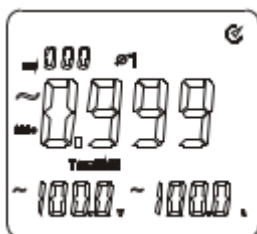

Figura 10-1
- 4) Como muestra la figura 10-1, presione la tecla “SELECT” para elegir la fase 1, φ1, de un sistema de tres fases con cuatro cables. Se mostrará el factor de potencia cos(φ), tensión (V) y corriente (A) para la fase 1.